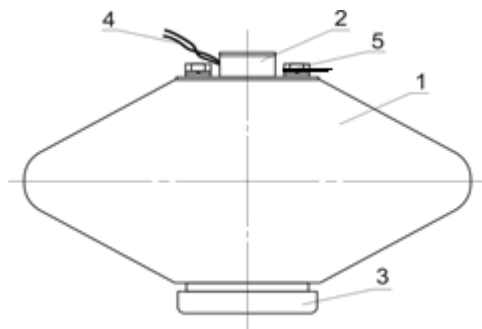

Рис. 1. Конструкция МПП «Гарант-5».
4.1 Конструкция МПП «Гарант-5» представлена на Рис. 1.
Цифрами на рис.1 обозначены:
6.5 Разомкнуть скрученные провода электроактиватора и подсоединить к контактам линии запуска (поз. 4, рис. 1). При подключении МПП «Гарант-5» полярность значения не имеет.